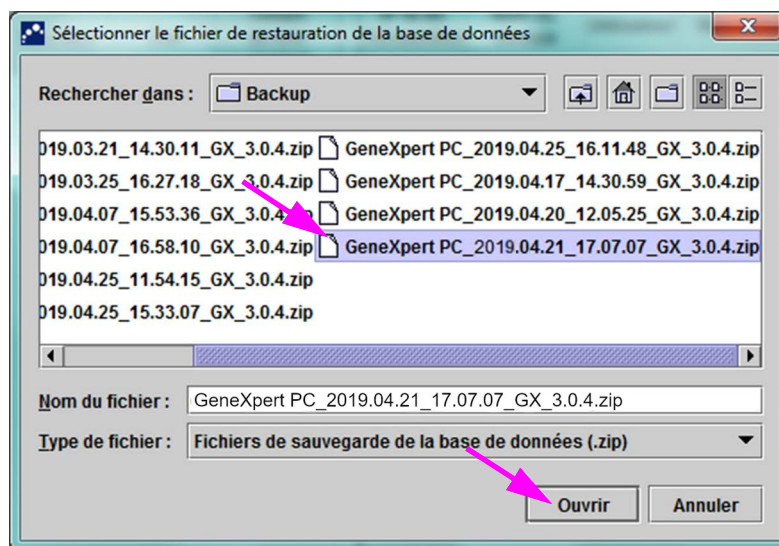

Figure 5-80. Écran Sélectionner fichier pour restaurer la base de données, avec nom de fichier
Cliquez sur **Annuler** pour ne pas sauvegarder la base de données et allez directement à l'écran Sélectionner fichier pour restaurer la base de données (cf. Figure 5-80).
6. Cliquer sur **OK**. L'écran Sélectionner fichier pour restaurer la base de données s'affiche. Voir Figure 5-80.